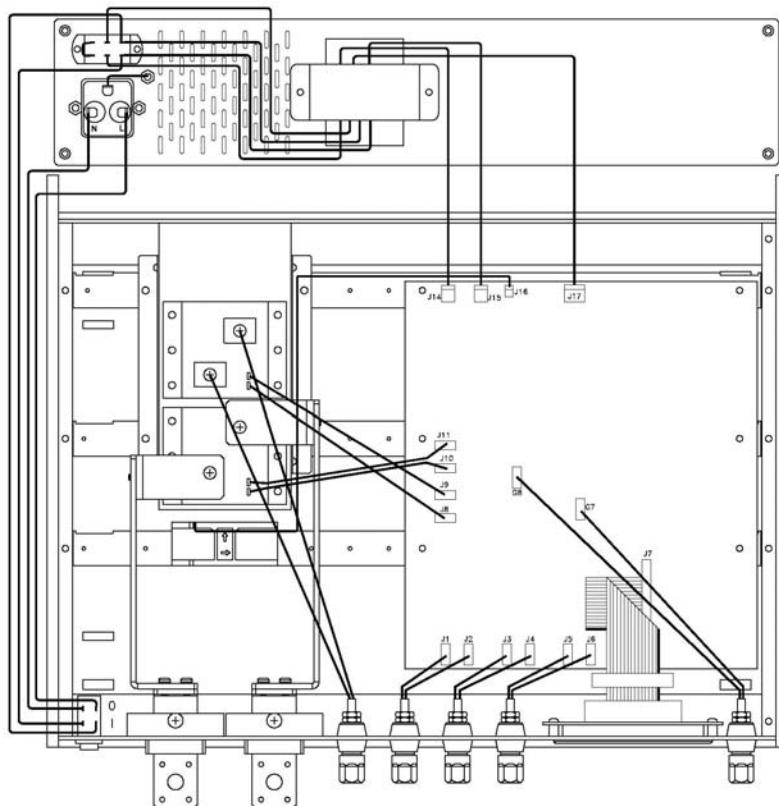

图 4.1 电位器分布图
7550A 需及时进行校正，校正周期最好由用户自行确定。为进行校正调节，需拧掉四个螺丝，拿掉仪器顶盖。可调电位器和参考位置如图 4.1 所示。有两个电路需要校正：分流器与 DAM，这些校正可以独立地完成。
- 1) 7550A 上的档位选择为 20mA，电流校正仪的电缆线连接到 7550A 的 20mA 档端子上，设定电流校正仪的输出为 20mA，然后调节 VR5 (如图 4.1 示)，直至数字式电压表的读数与电流校正仪输出相同。
- 2) 7550A 上的档位选择为 200mA，电流校正仪的电缆线连接到 7550A 的 200mA 档端子上，设定电流校正仪的输出为 200mA，然后调节 VR4 (如图 4.1 示)，直至数字式电压表的读数与电流校正仪输出相同。
- 3) 7550A 上的档位选择为 2A，电流校正仪的电缆线连接到 7550A 的 2A 档端子上，设定电流校正仪的输出为 2A，然后调节 VR1 (如图 4.1 示)，直至数字式电压表的读数与电流校正仪输出相同。
- 4) 7550A 上的档位选择为 20A，电流校正仪的电缆线连接到 7550A 的 20A 档端子上，设定电流校正仪的输出为 20A，然后调节 VR2 (如图 4.1 示)，直至数字式电压表的读数与电流校正仪输出相同。
- 5) 7550A 上的档位选择为 250A，使用高级大电流的 RP250G 大电流插头。将电流校正仪的电缆线连接到 7550A 的 250A 档端子上，设定电流校正仪的输出为 100A，然后调节 VR3 (如图 4.1 示)，直至数字式电压表的读数与电流校正仪输出相同。
拆卸 7550A 电流输入端子上的所有连接线，调节 VR7 (如图 4.1 示)，直至 7550A 面板上四位半数字式电流表的显示为 0.000mA。
电流校正仪电缆线连接到 20mA 档端子上，设定电流校正仪输出值为 40 mA，则数字式电压表的读数值为 400.00 mV，调节 VR11 (如图 4.1 示)，直至 7550A 面板上的四位半数字式电流表的读数值为 40.00 mA。
设定电流校正仪的输出值为 10.0 mA，则数字式电压表读数值为 100.00 mV，调节 VR6 (如图 4.1 示)，直至 7550A 面板上的四位半数字式电流表的读数值为 10.00 mA。
拆卸 7550A 电流输入端子上的所有连接线，调节 VR9 (如图 4.1 示)，直至 7550A 面板上四位半数字式电流表的显示为 0.000mA。
电流校正仪电缆线连接到 200mA 档端子上，设定电流校正仪输出值为 100 mA，则数字式电压表的读数值为 100.00 mV，调节 VR10 (如图 4.1 示)，直至 7550A 面板上的四位半数字式电流表的读数值为 100 mA。拆卸所有仪器，校正至此完成。